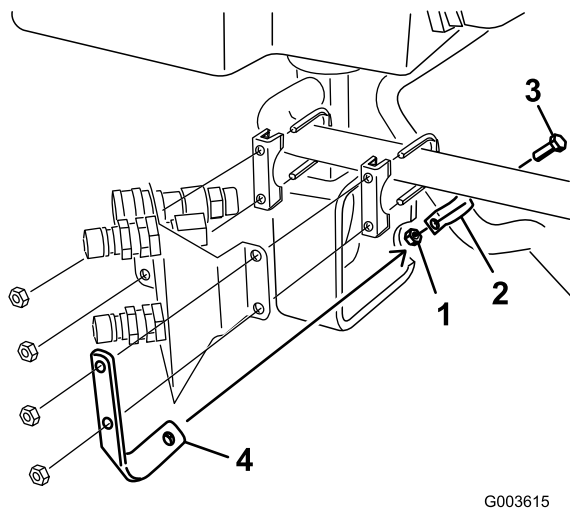

Figura 28
6. Instale una abrazadera en R sobre la manguera hidráulica grande, según se muestra en Figura 28.
7. Instale la abrazadera en R en el soporte de retención con un perno ($\frac{5}{16}$ " x $\frac{7}{8}$ ") y una tuerca ($\frac{5}{16}$ "); consulte Figura 28.